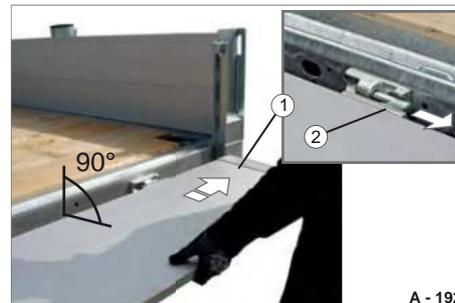

Fig. 133 Rimozione della parete laterale
- ÿ Ribaltare la parete laterale (Fig. 133/1) verso il basso di 90°, a filo con la superficie di carico.
- ÿ Spingere con cautela la parete laterale verso l'esterno, fuori dalle cerniere della parete laterale (Fig. 133/2).